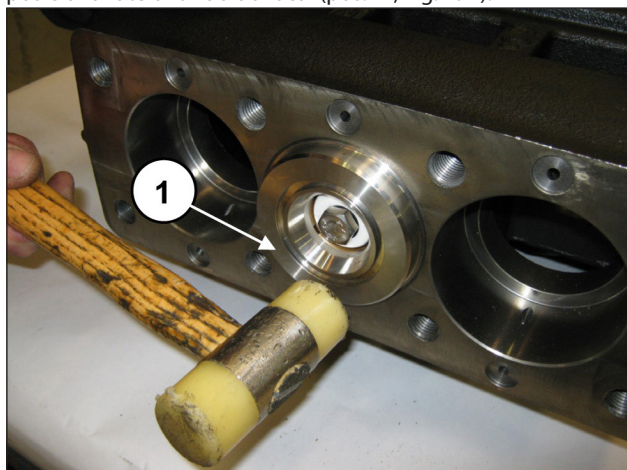

Fig. 192
Certifique-se de que o bloco da camisa - suporte chegue a se posicionar até o fundo do local (pos. ①, Fig. 192).